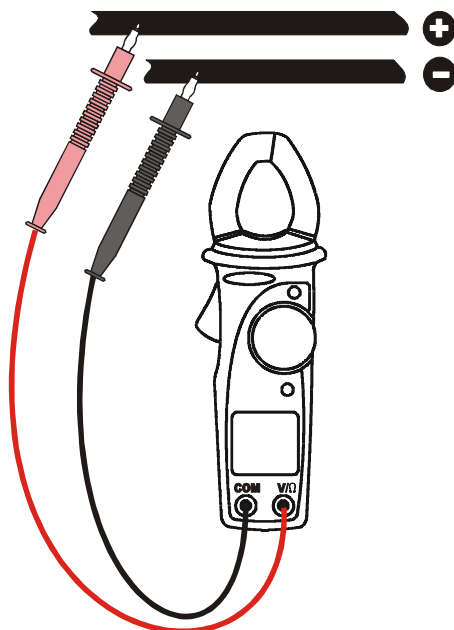

Fig. 5: Uso della pinza per misura di tensione DC
2. Inserire il cavo rosso nel terminale di ingresso V/Ω e il cavo nero nel terminale di ingresso COM, come mostrato in Fig. 5.